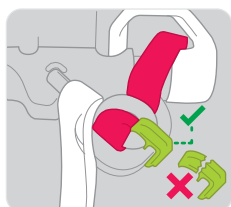

Figura 7
- Verificați știftul de eliberare pentru depistarea semnelor de deteriorare, distorsiune, coroziune sau crăpături. Asigurați-vă că este cuplat. Asigurați-vă că frânghia de eliberare este poziționată sub știftul de eliberare și că țesătura liniei de sarcină formează o buclă în jurul știftului de eliberare (figura 7).
- Asigurați-vă că clema verde a știftului de eliberare este la locul ei și că este nedeteriorată – verificați echipamentul pentru depistarea semnelor de deteriorare, distorsiune sau crăpături (figura 7).